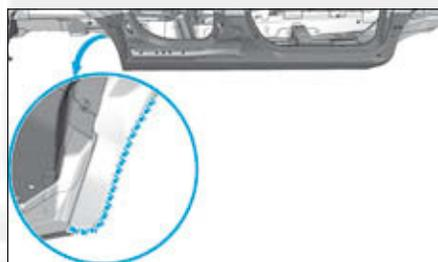

FIG.115
- un mastic d'étanchéité indice «A1» (Fig.115).